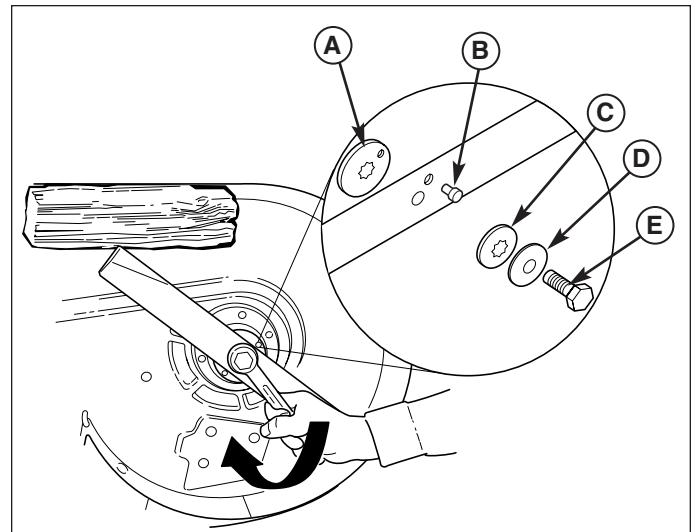
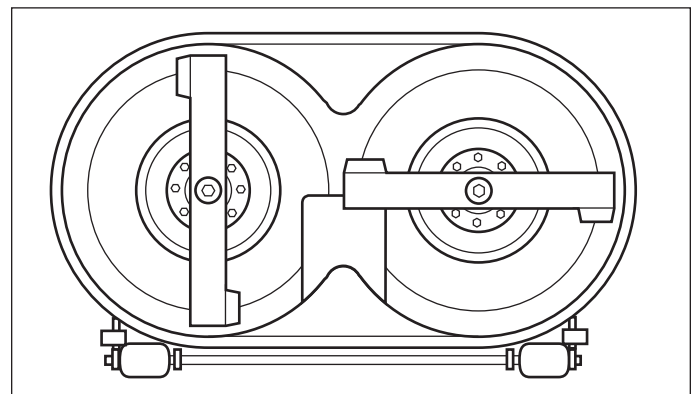

Abb. 25. Anbringen des Messers
Abb. 26. Messersynchronisierung
4. Die neuen Messer einsetzen, sodass die Spitzen nach oben zum Mähwerk hin zeigen (Abb. 26). Mit einer Kopschraube (E, Abb. 25), einem Federring (D), einer innengezahnten Sicherungsscheibe (C) und einem Passstift (B) sichern (achten Sie darauf, dass die Sicherungsscheibe auf die Welle ausgerichtet ist.) Messerrotation durch Holzblock verhindern und Kopschrauben mit 61-75 Nm anziehen.
5. Überprüfen Sie, ob die Mähwerkmesser senkrecht zueinander synchronisiert sind (siehe Abb. 26). Wenn dies nicht der Fall ist, müssen das Messer ausgebaut und das Zwischenstück gedreht werden (A, Abb. 25).
2. Überprüfen Sie, ob die Mähwerkmesser senkrecht zueinander stehen (siehe Abb. 26). Wenn dies nicht der Fall ist, müssen das Messer ausgebaut und das Zwischenstück (A, Abb. 25) gedreht werden (siehe „Wartung der Mähmesser“).